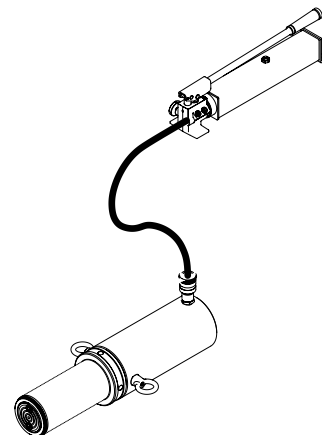

Figure 2 : Purger l'air du système
1. Placez la pompe à une position plus élevée que le tuyau et le vérin comme illustré à la figure 2.
| Fonctionnement irrégulier | <ul style="list-style-type: none"> • Air dans le système ou cavitation de la pompe. • Le vérin a des fuites externes. • Le vérin est bloqué. | <ul style="list-style-type: none"> • Purgez l'air du système (voir figure 2). • Communiquez avec le centre de service. • Communiquez avec le centre de service. |
| Mauvais fonctionnement du vérin | <ul style="list-style-type: none"> • Niveau d'huile de la pompe trop bas. • Air emprisonné dans le système. | <ul style="list-style-type: none"> • Assurez-vous que le niveau de liquide est adéquat. • Purgez l'air du système (voir figure 2). |